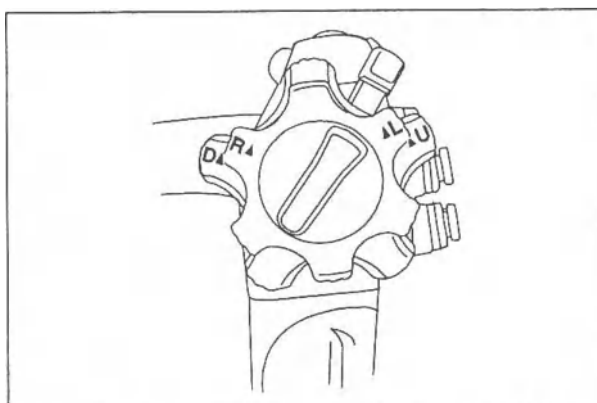

Рисунок 3.6.
3. Медленно переведите ручки управления изгибом ВВЕРХ/ВНИЗ и ВПРАВО/ВЛЕВО в соответствующие нейтральные положения, как показано на Рис. 3.6.. Убедитесь в том, что подвижная часть плавно возвращается в близкое к выпрямленному положение.